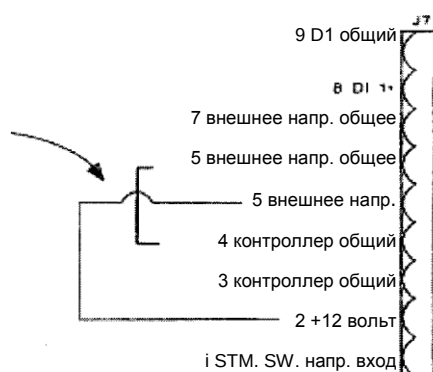

Рисунок 3-41. Сделать эти дополнительные соединения "перемычка-провод" для разблокировки цифровых входов.
- (4) Для сигналов цифровых входов также установить эти соединения "перемычка-провод" (смотри рисунок 3-41):
- 12 вольт постоянного тока доступно от источника электропитания контроллера ГХ путем установки перемычки от клеммы #2 на клемму #5 (смотри ПРИМЕЧАНИЕ ниже и рисунок 3-41).